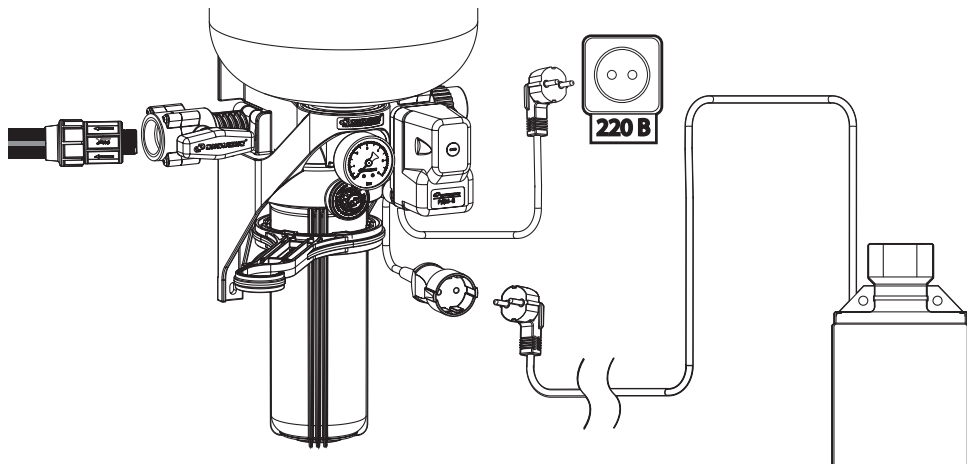

Рисунок 4
К реле давления присоединены электрокабель с вилкой (12) для подключения к электросети и электрокабель с розеткой (14) для подключения насоса (рисунок 4).
фильтра (9) устанавливается снизу на корпус. Она оснащена резьбовой заглушкой (8) для слива воды при замене фильтрующего элемента. Для монтажа/демонтажа колбы в комплект поставки входит ключ (11). К реле давления присоединены электрокабель с вилкой (12) для подключения к электросети и электрокабель с розеткой (13) для подключения насоса (рисунок 4).
8. После монтажа насоса и проверки качества соединения КРАБ с насосом и с водопроводом, подключите вилку электрокабеля насоса к розетке КРАБ, а вилку электрокабеля КРАБ к электросети 220 В (рисунок 4).
7. После монтажа насоса и проверки качества соединения КРАБ-Т с насосом и с водопроводом, подключите вилку электрокабеля насоса к розетке КРАБ-Т, а вилку электрокабеля КРАБ-Т к электросети 220 В (рисунок 4).